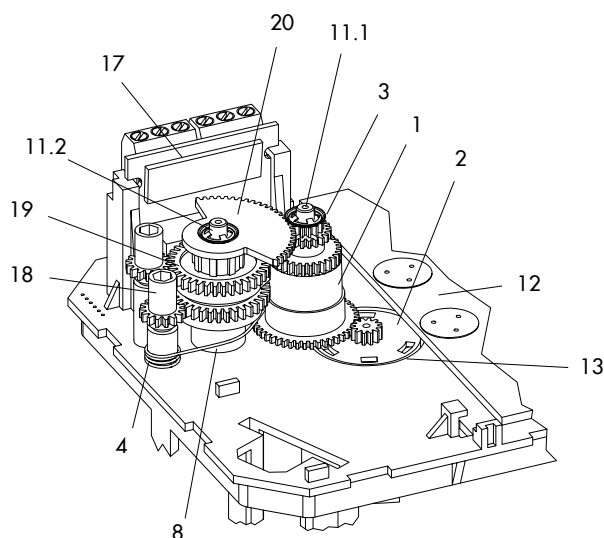

Bild 20: Innenansicht Typ 3374
⇒ Vgl. Bild 20.
11. Nockenträger (20) mit den beiden Schaltnocken (19) entsprechend der Stellung der Antriebsstange nach Bild 20 auf Dom 2 (11.2) aufstecken. Dabei darauf achten, dass der äußerste Zahn des Nockenträgers (20) mit dem Zahnrad des Zwischenrads (1) in Eingriff ist. Auch müssen die Verzahnungen der Einstellzahnrad (18) mit den entsprechenden Zahnrädern der Schaltnocken (19) im Eingriff sein.
12. Nockenträger (20) und Zwischenrad (1) mit Zackenring (3) sichern, Zackenring dazu bis zum Anschlag herunterdrücken.
13. Klemmenplatine (17) unter ca. 45° mit den Schaltern zu den Zahnrädern weisend am Fuß